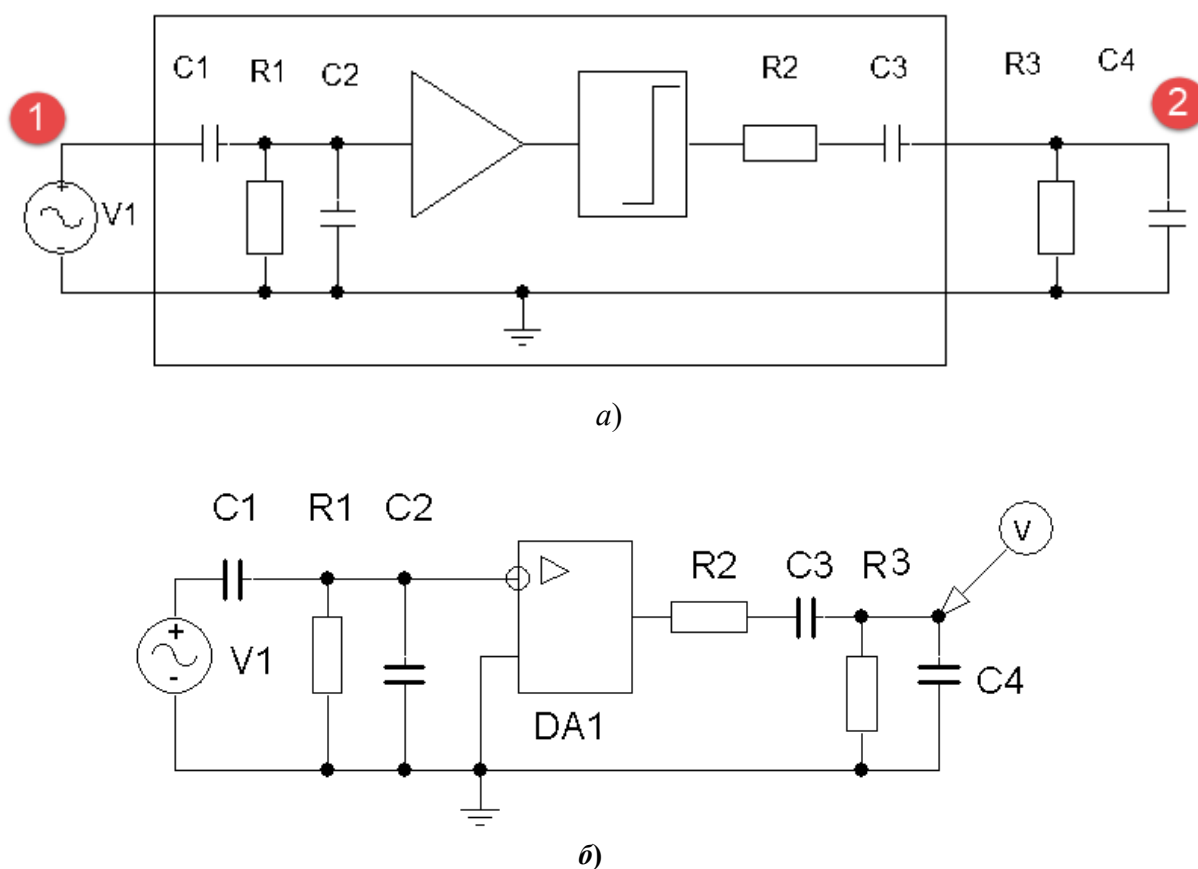
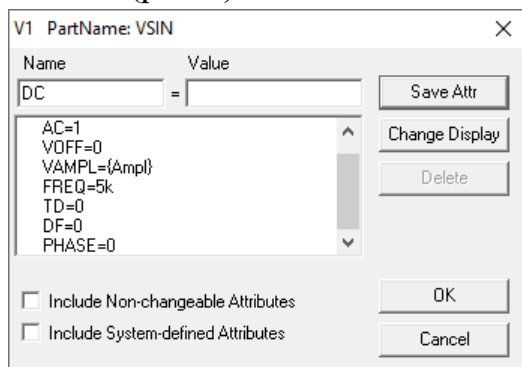
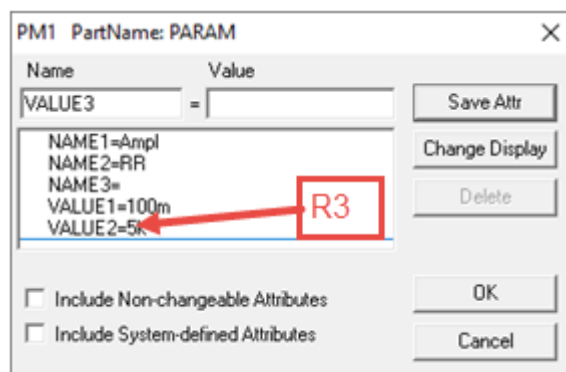

Рис. 1. Схема модели усилителя а) в программе OrCad, б) в программе DesignLab
Рис.2. Установка параметров для источника входного сигнала
Рис.3. Установка значений для глобальных параметров
4.1. В операционной системе «Windows» под управлением программы «Schematics» собрать схему рис. 1.
Параметры источника VSIN (V1 на рис.1) установить в соответствии с рис. 2. В окне элемента глобальных параметров PARAM задать имена параметров и их величины (рис.3).
- Удалить все маркеры, а к выходу усилителя (узел 2 на рис.1) подключить (**Markers – Mark Advanced – Vdb**) маркер для измерения напряжения в дБ.
- Установить режим временного анализа как в п.4.2. (рис. 3). Другие виды анализа отменить.